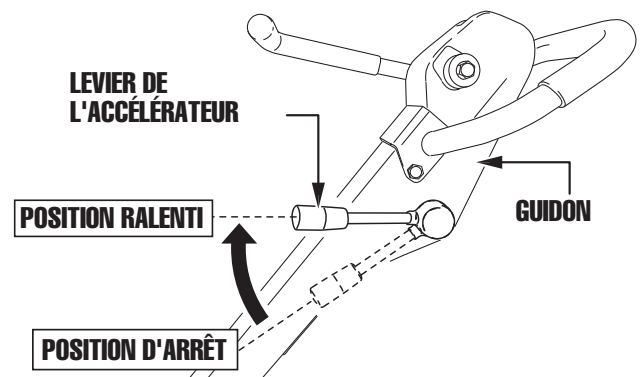

Figure 37. Levier de l'accélérateur (RALENTI)
2. Déplacer le levier de l'accélérateur en position **RALENTI** (Figure 37).